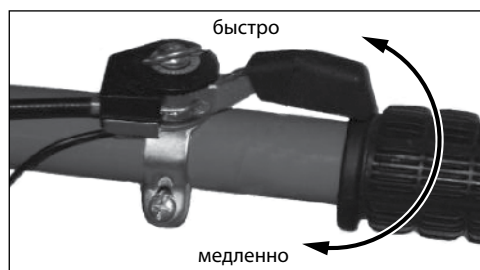

рис. 13
1. Установите регулятор оборотов в положение «БЫСТРО» (рис. 13).
3. Установите регулятор оборотов в крайнее левое положение «МЕДЛЕННО» (рис. 13).
5. Установите обороты двигателя: при перемещении в крайнее правое положение обороты максимальные, в крайнее левое – минимальные (рис. 13).